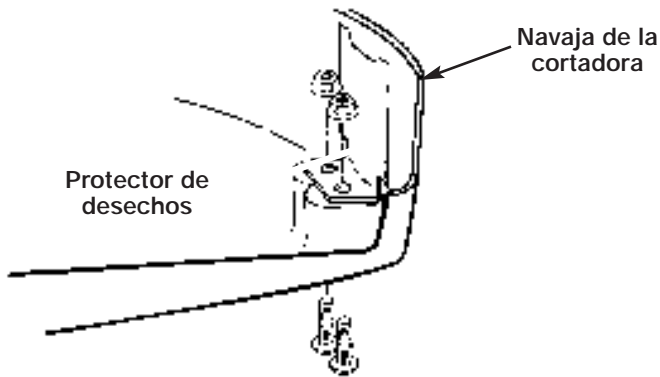

Fig. 28
1. Desmontar la navaja de la cortadora del protector de desechos (Fig. 28).